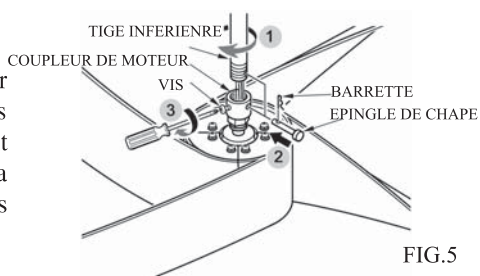

FIG.5
3. Faites passer soigneusement les fils du ventilateur à travers la tige de suspension. Vissez la tige dans le coupleur moteur jusqu'à ce que les trous soient alignés, fixez avec la goupille à cheveux et la goupille fendue retirées précédemment, puis serrez les vis de réglage. (Voir Fig.5)